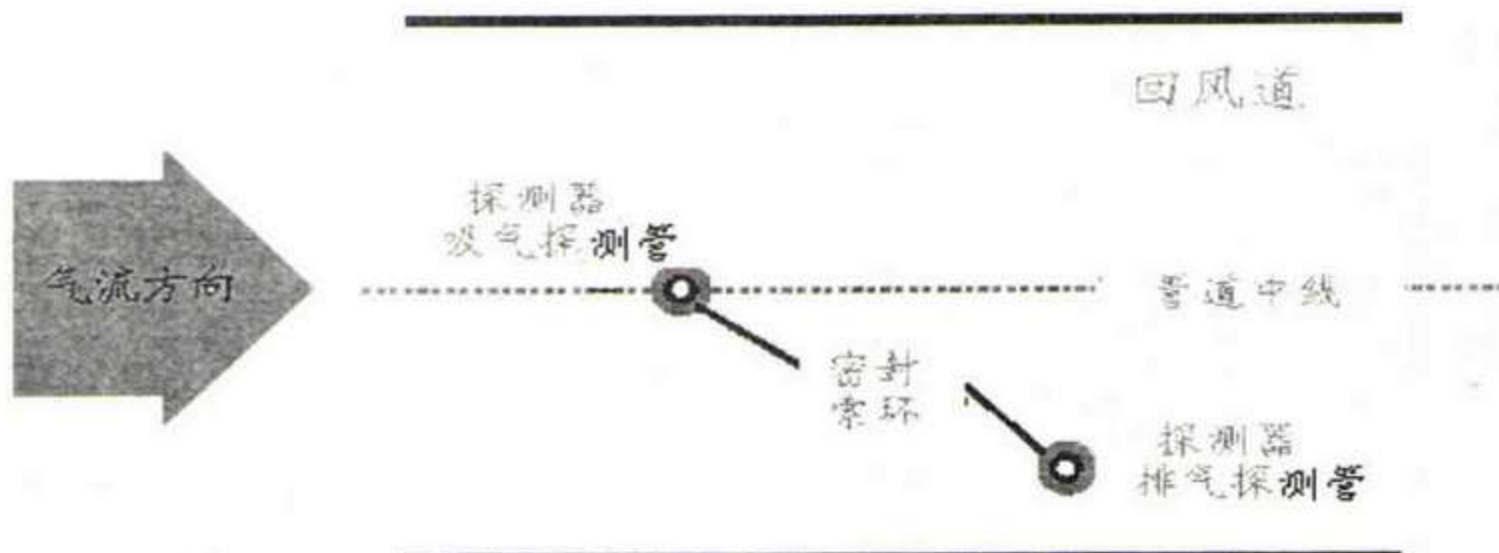

图 25 : 探测管及管道采样探测器的排列
3. 吸气和排气探测管呈斜对角放置，以避免气流进入排气管引起混乱（图 25）。
为了保证烟雾状况的正确反应读数，提高反应时间，一台探测器最多只能监测四个空气处理单元。在高危区一台探测器最多只能监测两个空气处理单元。另外，一根采样管道只能监测一个空气处理单元。图 25 所示为监测两个空气处理单元的采样管道装置。